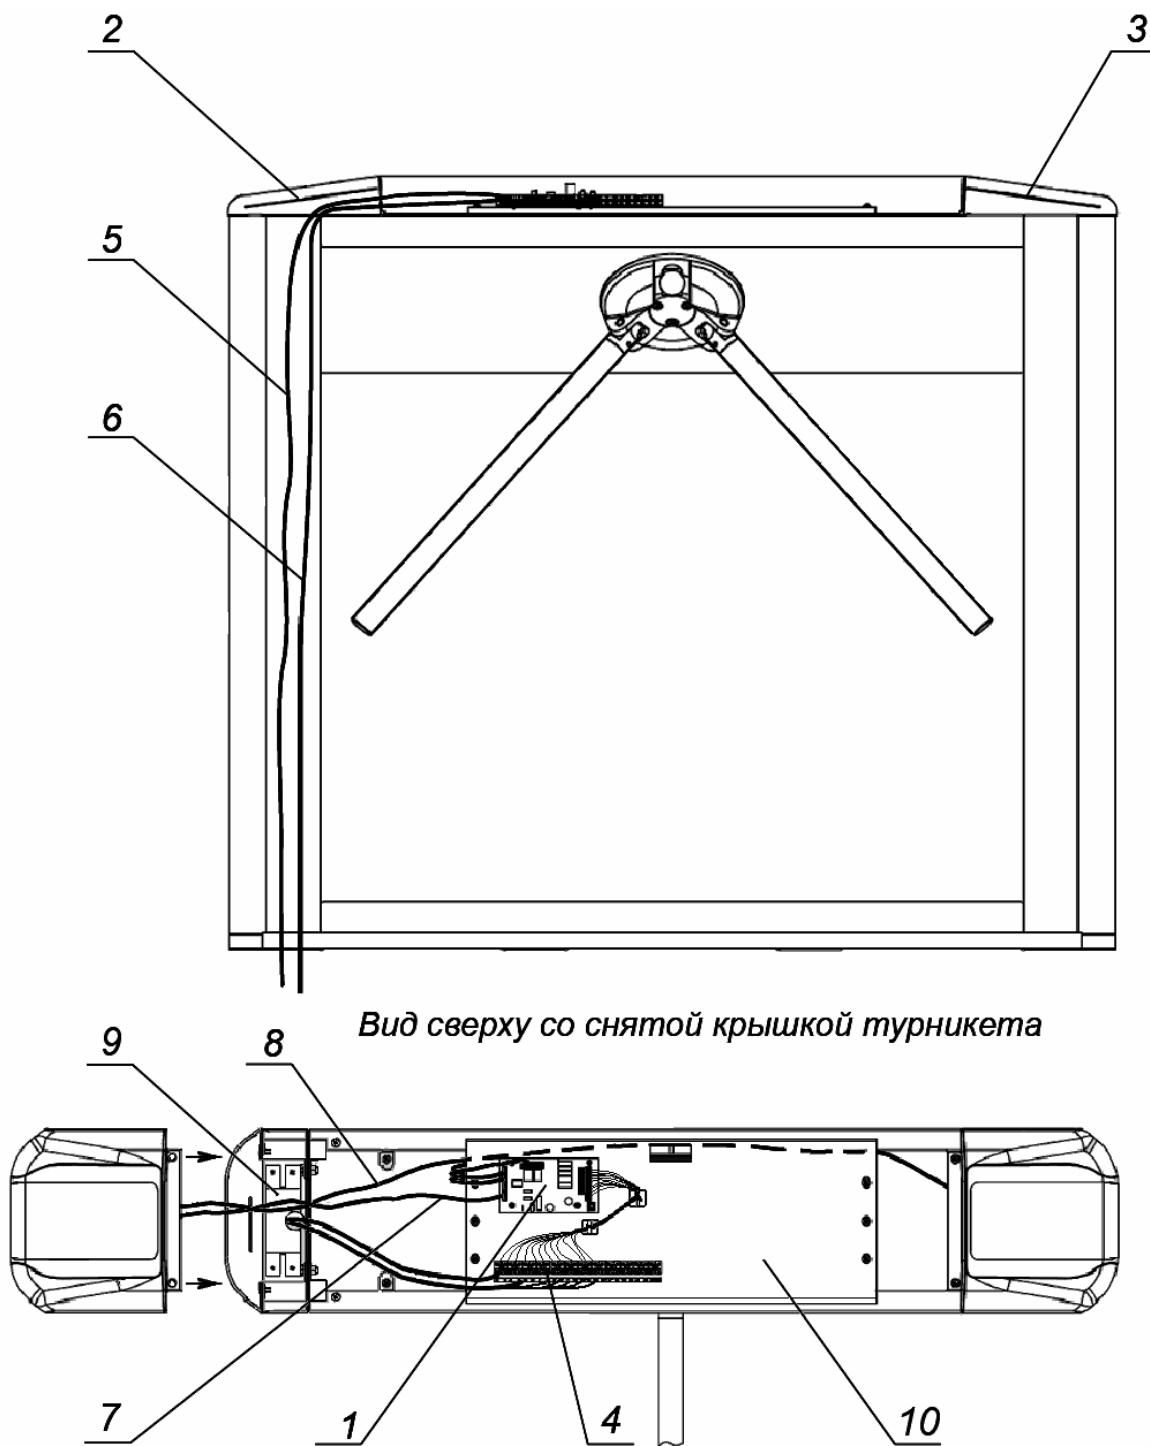
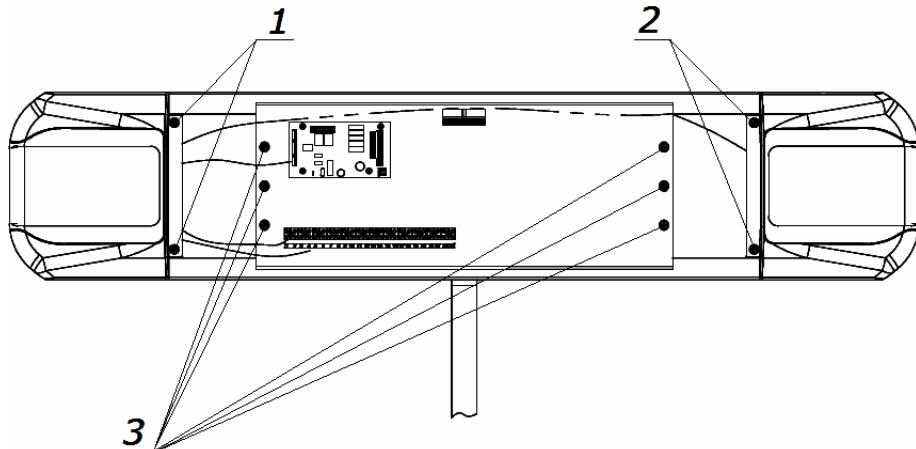

Рисунок 12. Схема прокладки кабелей в стойке турникета
Рисунок 15. Расположение крепежных винтов
4. При необходимости прокладки кабелей под поверхностью пола подготовьте в полу кабельный канал, подходящий к зоне ввода этих кабелей в стойку турникета. Прокладка кабелей внутри стойки показана на рис. 12.
6. Снимите крышку турникета (3) согласно разд. 6.
7. Демонтируйте стенку боковую (7) в сборе с крышкой (9). Для этого:
- Отверните два винта (2, рис. 15).
- Отведите стенку от стойки и отсоедините кабель, соединяющий платы индикации (8, рис. 12) от платы ПИ2, расположенной под крышкой.
8. Демонтируйте стенку (6) в сборе с крышкой (8). Для этого:
- Отверните два винта (1, рис. 15).
- Отведите стенку от стойки и отсоедините от платы индикации ПИ1 (расположена под крышкой) кабель (8, рис. 12), соединяющий платы индикации, и кабель индикации (7, рис. 12), идущий от платы управления.
13. При необходимости произведите установку платы внешнего контроллера СКУД внутри стойки турникета на кронштейне (10, рис. 12); для этого используйте фиксаторы на самоклеящихся площадках из комплекта поставки.
14. При необходимости произведите установку считывателей карт доступа на предусмотренные для этого кронштейны на торцах стойки (9, рис. 12). Для удобства монтажа снимите кронштейн, открутив рожковым ключом S5,5 две гайки М3, расположенные снизу под кронштейном. Для подключения считывателей используйте свободные контакты (15 - 24) выносной клеммной колодки XS1.
4. Снимите крышку (3) турникета в порядке, указанном в разд. 6 и положите ее на ровную устойчивую поверхность.
5. Для доступа к узлу вращения преграждающих планок турникета снимите кронштейн с платой управления и выносной клеммной колодкой. Для этого: выкрутите 6 винтов (3, рис. 15), фиксирующих кронштейн на стойке турникета, и аккуратно отведите кронштейн в сторону, не повредив подключенные кабели.